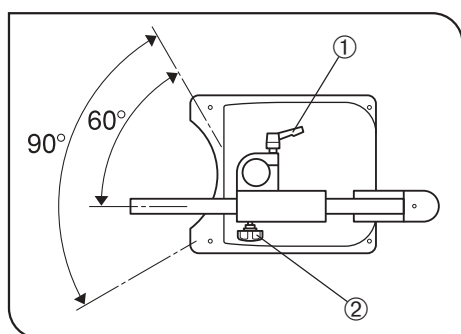

Fig. 17
2. Pour faire tourner le bras horizontal autour de la colonne, desserrer le levier de blocage vertical ①. Cette rotation est limitée à 90° par la butée de rotation de la bague anti-chute. L'amplitude de rotation peut être réglée sur le débattement Avant de 90°, ce qui permet de stabiliser l'appareil, en orientant la commande de blocage ② de la bague anti-chute de manière à ce qu'elle pointe l'avant du statif. (Fig. 17)